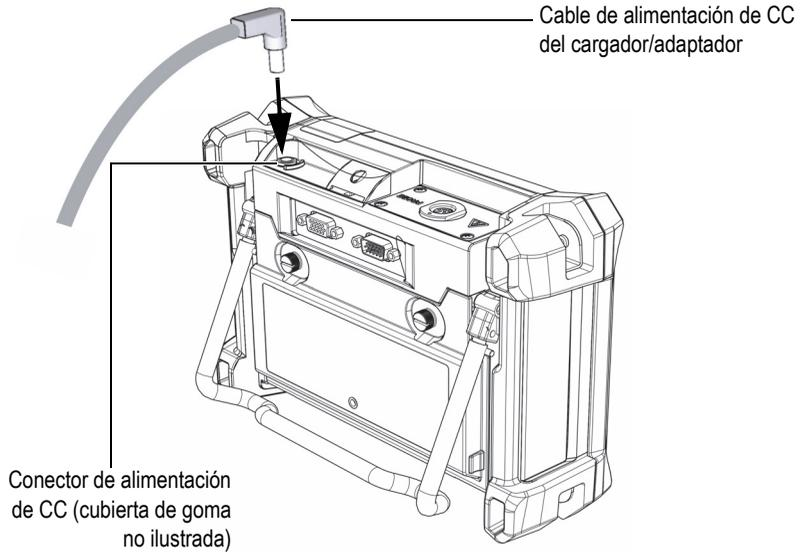

Figura 2-8 Conexión del cable de alimentación de CC
3. Después, conecte el cable alimentación de CC del cargador/adaptador en el conector de alimentación de CC. Éste se encuentra en la parte superior del equipo BondMaster 600. Ver la Figura 2-8 en la página 41.